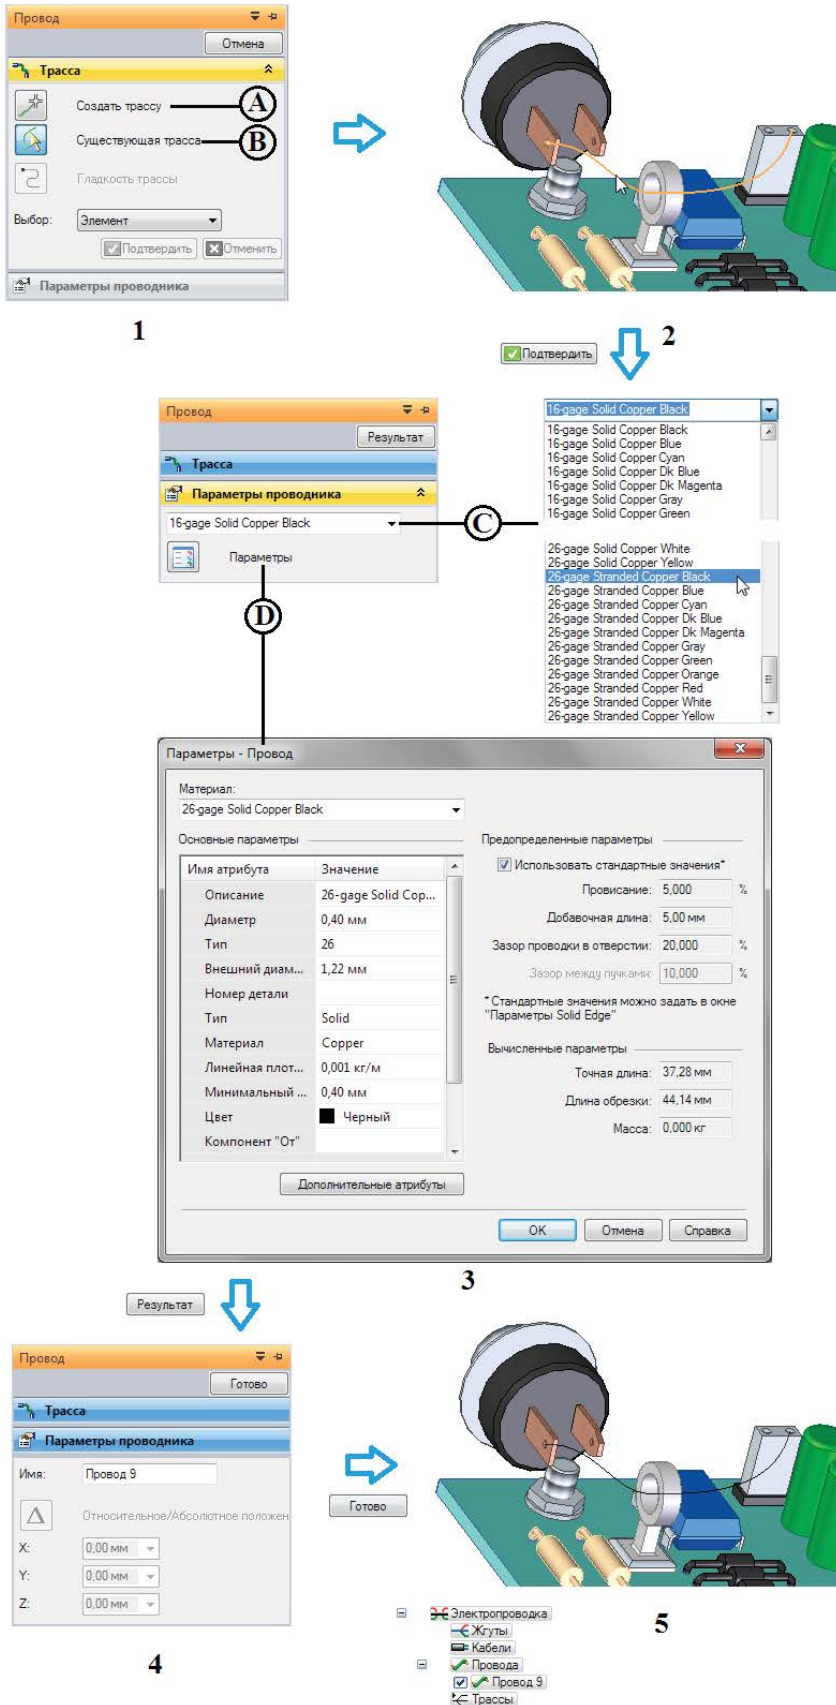

Рис. 2.12.11. Создание провода
Трассу провода можно построить (в этом случае порядок действий аналогичен описанному выше при создании трассы) либо выбрать уже существующую трассу. Ниже представлен процесс создания провода для рассматриваемого примера в режиме использования существующей трассы (рис. 2.12.11):
- команда **Параметры** открывает окно параметров элемента (см. рис. 2.12.11, 3 и 2.12.14, 4).